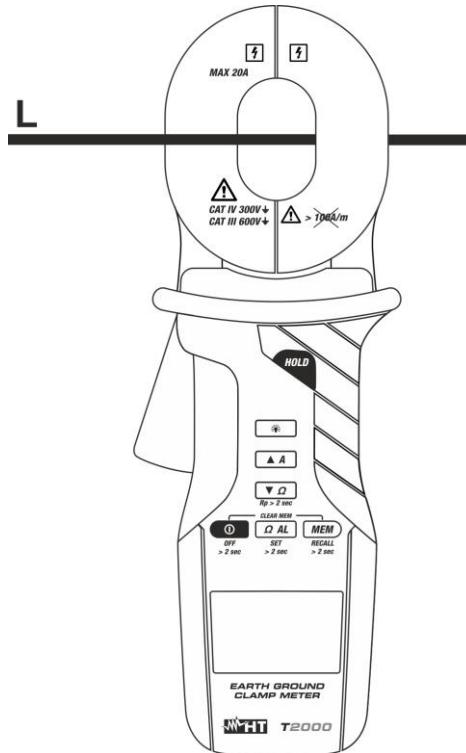

Fig. 19: Medição de correntes CA
- Abrir o toroíde suavemente inserir o cabo (ver Fig. 19) e ler o resultado no display.